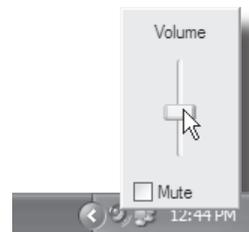

Figure 12
4. Pour régler le volume, cliquez sur l'icône de haut-parleur dans le coin inférieur droit (Figure 12).